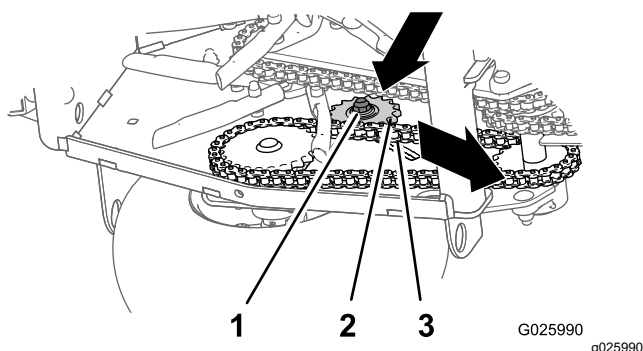

Figure 44
3. Contrôlez la tension des chaînes des roues motrices (Figure 44).
4. Desserrez le contre-écrou et le boulon de carrosserie qui fixent le pignon de tension (Figure 44).
- Poussez le pignon vers le bas et l'avant pour augmenter la tension de la chaîne, comme montré à la Figure 44.